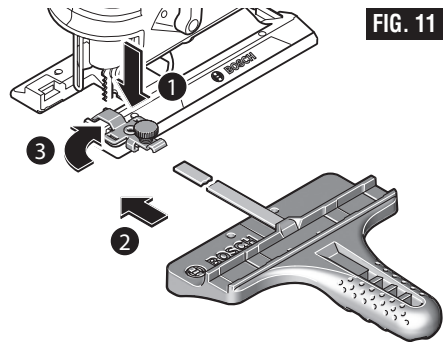

FIG. 11
3. Coloque el pomo o los pomos en el lado apropiado de la(s) abrazadera(s) y apriete firmemente el pomo o los pomos en la(s) abrazadera(s) (Fig. 11)
3. Apriete firmemente el pomo o los pomos de fijación en la(s) abrazadera(s) (Fig. 11).
8. Coloque el pomo o los pomos de fijación en el lado apropiado de la(s) abrazadera(s) y apriete firmemente el pomo o los pomos de fijación en la(s) abrazadera(s) (Fig. 11)